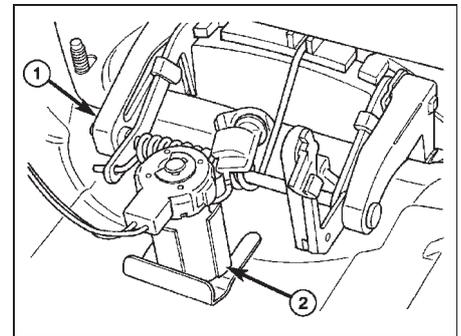

Рис. 10. Снятие цилиндра замка. 1 - ручка двери, 2 - цилиндр замка.
(1) Снимите внешнюю ручку двери багажного отделения ручки.
(2) Снимите с ручки клипсу фиксации цилиндра замка (рис. 10).